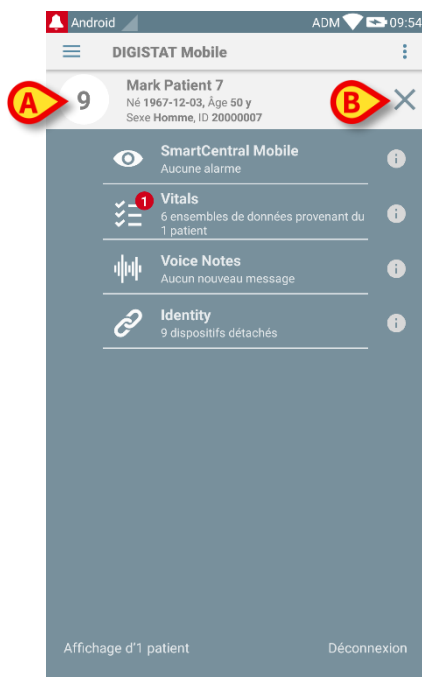

Fig 29
- Taper sur **Ok** pour confirmer. Ainsi, le patient sera sélectionné (Fig 29).
Les données du patient sont en haut de la page (Fig 29 **A**). Toutes les données dans tous les modules DIGISTAT® Mobile sont maintenant filtrées par patient (à savoir toutes les alarmes/notifications mais uniquement les alarmes/notifications des patients sélectionnés s'affichent).
- Taper sur la croix indiquée sur la Fig 29 **B** pour désélectionner le patient et revenir en mode "Tous les Patients".
Ainsi, le patient sera sélectionné. L'écran illustré sur la Fig 29 (exemple) sera affiché.
Ainsi, le patient sera sélectionné. L'écran illustré sur la Fig 29 sera affiché.